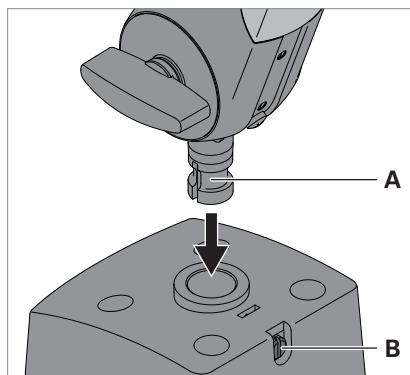

Fig. 2: Montar a luminária ao elemento de fixação.
- ▶ Encaixe o pino **A** nos tirantes da luminária na abertura do elemento de fixação, ver Fig. 2.
- ▶ Aperte o parafuso **B** para fixar os tirantes, ver Fig. 2.